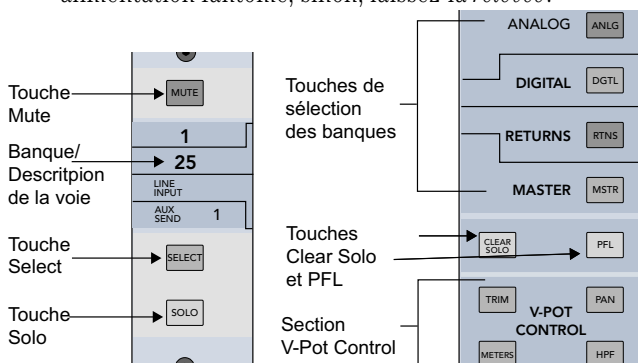

Figure 2-2 Partie supérieure de la voie (gauche) ; touches de banque, touches CLEAR Solo et PFL, et section V-Pot Control (droite)
2. Appuyez sur la touche **ANLG** pour sélectionner la banque (partie droite de la Figure 2-2).
5. Appuyez sur la touche **PFL** (Figure 2-2).
- Appuyez sur la touche **HPF** dans la section V-POT CONTROL (Figure 2-2) pour assigner le filtre passe-haut aux V-Pots de la voie.